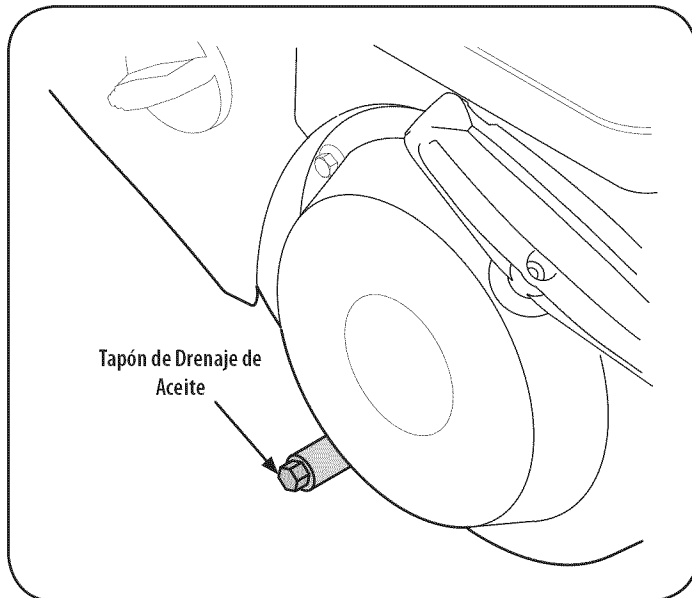

Figura 15
3. Retire el tapón de drenaje de aceite. Vea la Figura 15.